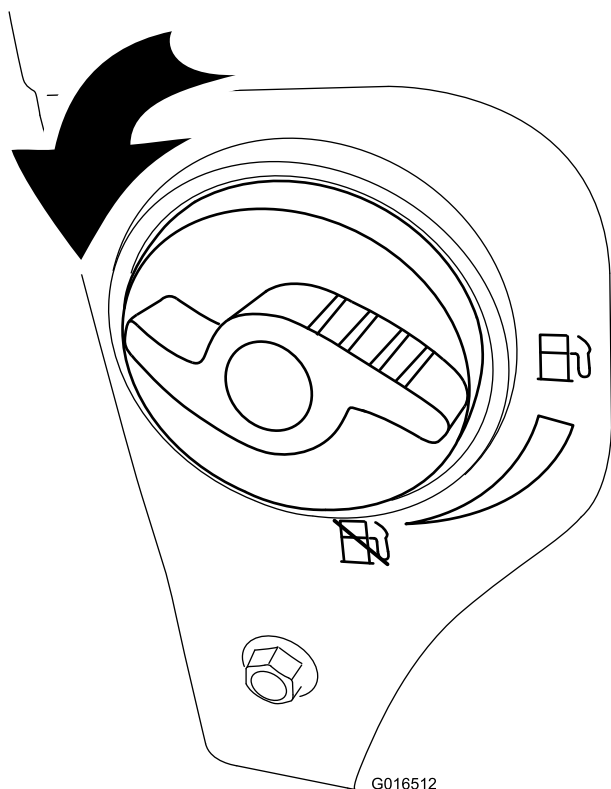

Figure 20
2. Ouvrez le robinet de carburant en le tournant de $\frac{1}{4}$ de tour dans le sens antihoraire (Figure 20).